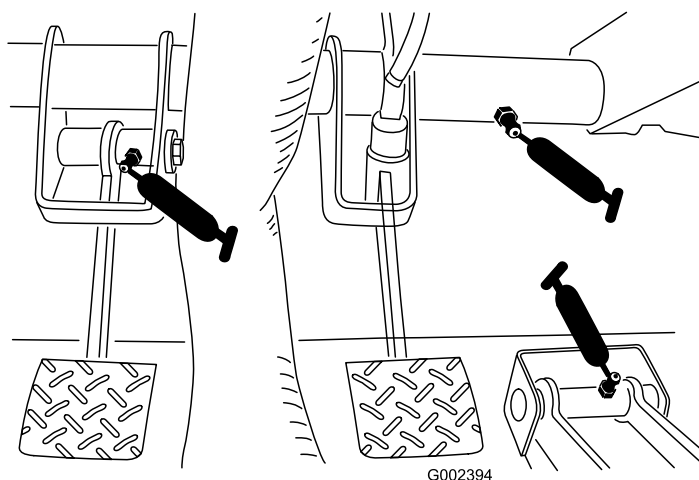

Рисунок 40
- Педали сцепления (1), акселератора (1), тормоза (1) (Рисунок 40)